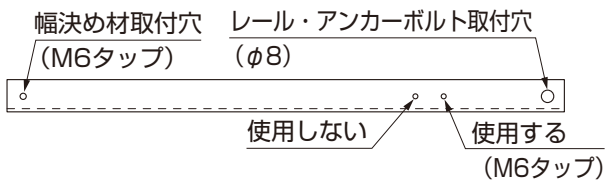
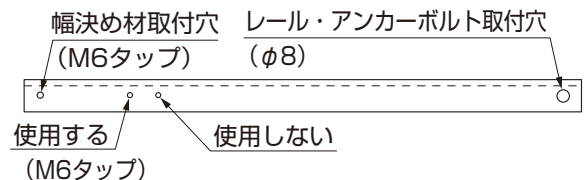

図4-1 戸当り位置決め材 (1)
図4-2 戸当り位置決め材 (2)
- ①水抜き部品と戸当り幅決め材 (1) を【2-1】、【2-2】、【2-5】で取付けてください。
- ②戸当り幅決め材1にレベルボルト、【2-1】、【2-2】で戸当り位置決め材 (1)、戸当り位置決め材 (2) を取付けてください。
- ③戸当り筋交い材を図4-1、図4-2を参照して戸当り位置決め材に【2-3】で取付けてください。
- ④戸当り幅決め材 (2) を戸当り位置決め材 (1)、戸当り位置決め材 (2) に【2-3】で取付けてください。